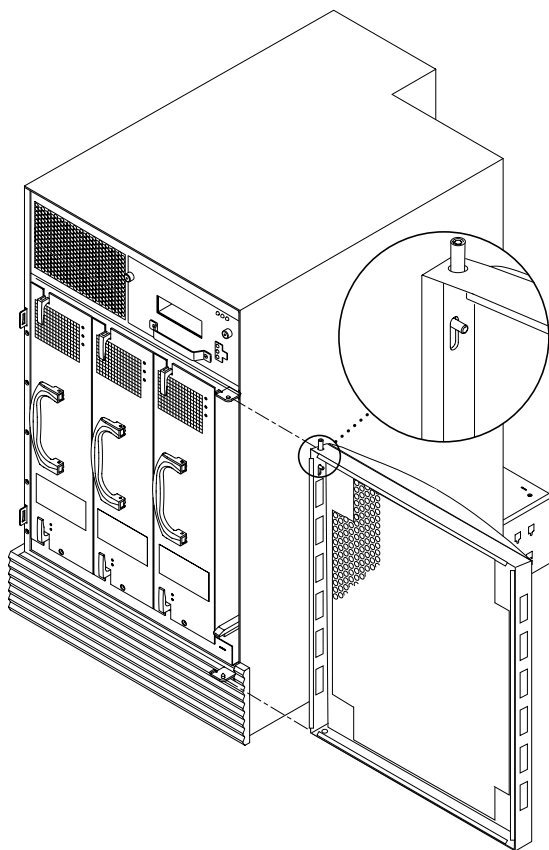

図 12-20 正面ドアの取り外し — Sun Fire 4800 システム
6. 正面ドアを取り外します (図 12-20)。
8. 次の手順で、正面ドアを取り付けます (図 12-20)。